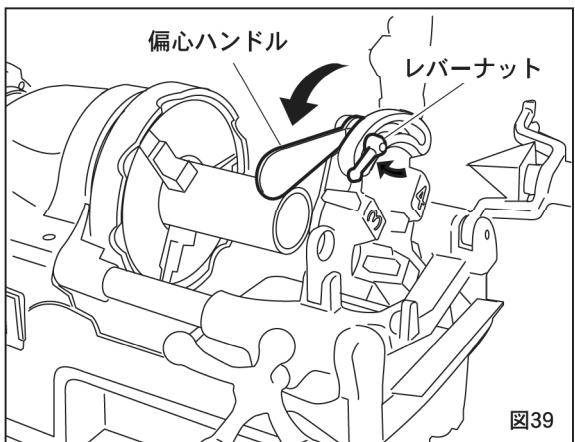

図39
①ねじ切りのサイズ寸法を合わせるには偏心台（図42）の目盛りを、ダイヘッドのサイズ目盛りのねじ切り寸法に合わせて、レバーナットを締めて固定してください。（図39）